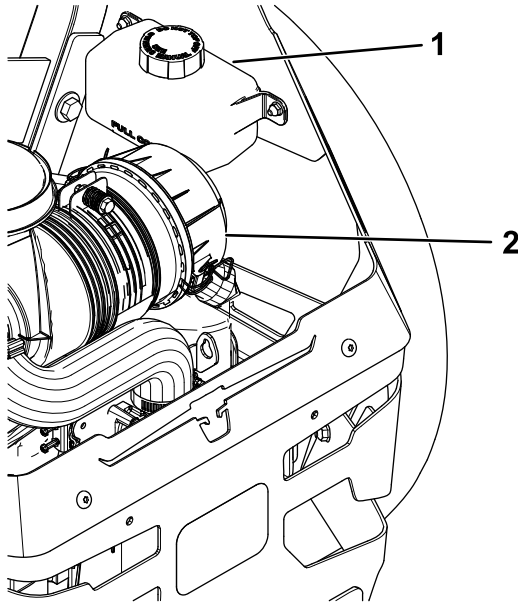

Figure 73
2. Vérifiez le niveau dans le vase d'expansion et faites l'appoint d'huile Toro® HYPR-OIL™ 500 au besoin pour faire monter le niveau jusqu'au repère maximum à froid (FULL COLD) (Figure 73).